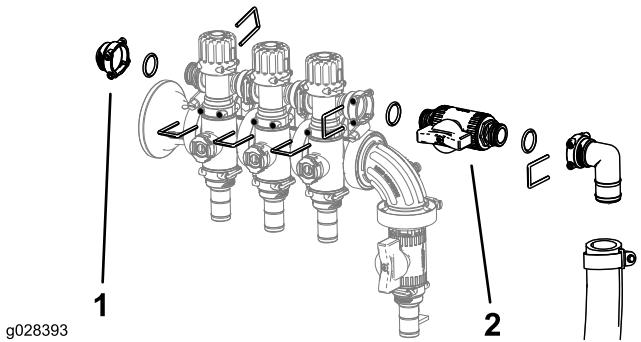

Figura 6
- Installate il gruppo di regolazione bypass, il tappo femmina, gli O-ring, la valvola di intercettazione e il gruppo raccordo e flessibile, utilizzando i fermi rimossi in precedenza come illustrato nella Figura 6.